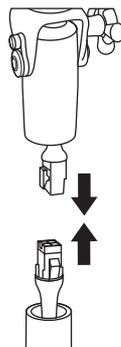

FIGURE 4
16. Connecter les fiches sortant de la base de la monture du moteur et du sommet de la tringle télescopique. Voir Figure 4.